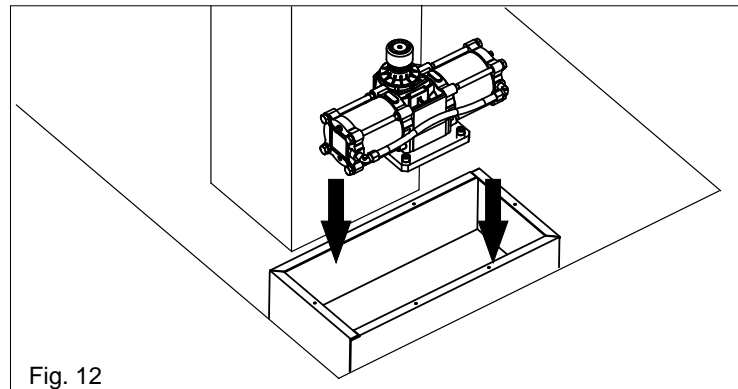
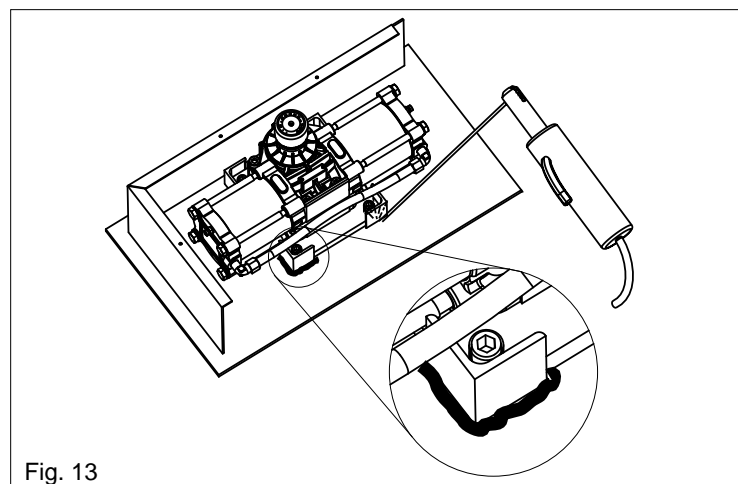

Fig. 12
Fig. 13
3.1. Colocar el martinete en la caja de fundación (Fig.12) posicionando el eje del árbol de salida alineado al eje del gozne de la cancela y soldar los 4 angulares a las extremidades para fijar el martinete (Fig. 13).